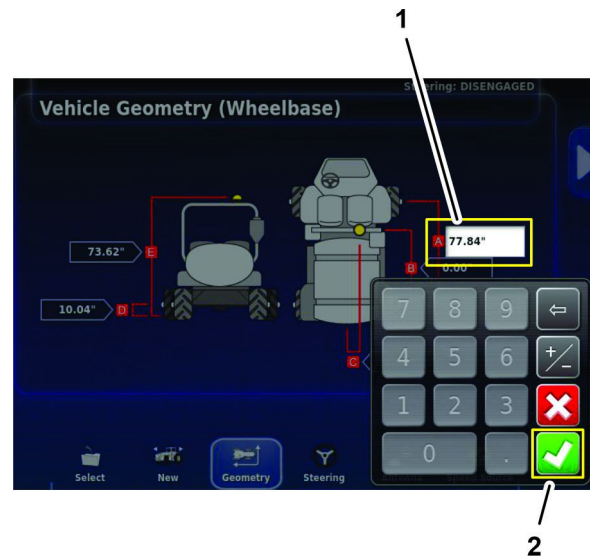

図 189
1. 前後アクスルアイコンAを押し、画面内キーパッドを使って、車両の寸法測定 (ページ 81) の車両形状用紙にメモした数値を入力して承認アイコンを押す 図 189。